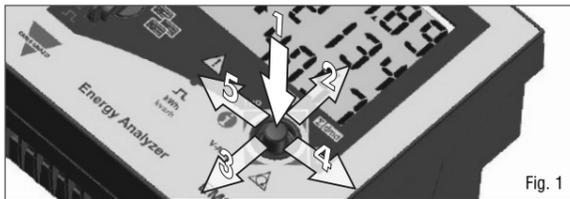

Fig. 1
■ JOYSTICK FUNCTIONS fig. 1
■ FUNZIONI DEL JOYSTICK fig. 1
Shown if the CT ratio (or CT by VT product in AV6 models) is wrong. The text disappears after 2 minutes or pushing the key 1 (fig. 1).
Compare se il rapporto TA (o il rapporto TA/TV nei modelli AV6) non è corretto. La scritta scompare dopo 2 minuti o premendo il tasto 1 (fig. 1).
Affichage du rapport TC (ou rapport TC/TT pour le modeles AV6) si celui-ci est erroné. Le texte disparaît après 2 minutes ou en poussant la manette dans la direction 1 (fig 1).
Si se destaca que la relación CT (o la relación CT/VT, modelos AV6) es errónea. El texto desaparece después de 2 minutos o empujando el joystick en la dirección 1 (fig 1).
■ FUNCIONES DEL JOYSTICK fig. 1
17 End: pour revenir au mode mesure, appuyer sur le joystick en direction 1 (voir figure 1) ou en direction 4-5 pour rester dans le menu de programmation.